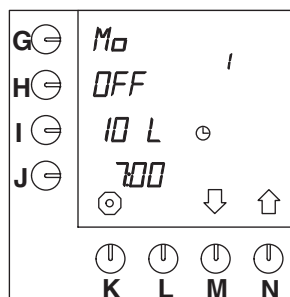

Fig. 12 Paramètre pré-programmé de démarrage par défaut
- Ensuite, la programmation du premier paramètre de démarrage suivante s'affiche sur l'écran de contrôle (fig.12).
- Après cela, le paramètre du premier programme de démarrage automatique s'affiche sur l'écran de contrôle (fig.12).